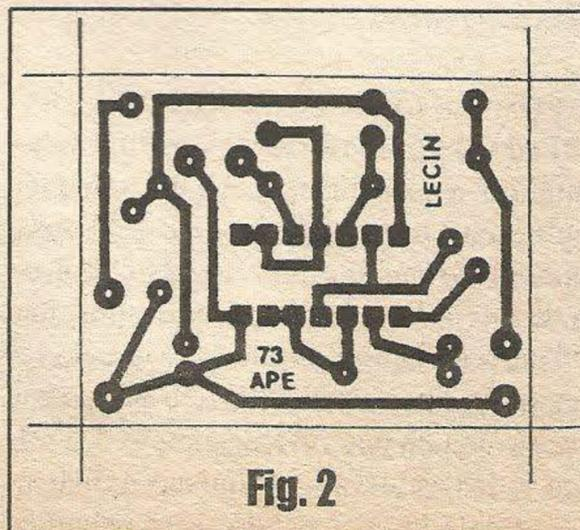

Fig. 2
- FIG. 2 - LAY OUT DO CIRCUITO IMPRESSO ESPECÍFICO - A plaquinha de impresso é pequena e de fácil realização, bastando copiar cuidadosamente o padrão cobreado (visto em negro, no diagrama, escala 1:1...) mostrado, executando em seguida a traçagem com tinta ou decalques (estes são recomendáveis, devido à presença do integrado, com suas ilhazinhas/furos muito pequenas e próximas umas das outras, exigindo um certo rigor mecânico...), promovendo a corrosão na solução de perclorato de ferro, limpeza, furação, nova limpeza e conferência final... Pela
posição, já que - se forem invertidos - sofrerão danos e impossibilitarão o funcionamento do circuito...): o integrado, com uma de suas extremidades nitidamente marcada pelo chanfro ou ressalto, o diodo *zener* com seu lado de **catodo (K)** marcado pela faixinha ou anel em cor diferente, e o capacitor eletrolítico, com a polaridade de seus terminais nitidamente indicada... Os demais componentes não são polarizados (resistores e capacitores comuns...) mas devem ter seus valores cuidadosamente *lidos* antes da inserção, para que não assumam lugares *trocados* na placa... Durante estas duas importantes fases da realização do LECIN (vinculadas aos diagramas das **FIGs. 2 e 3...**) o caro leitor/hobysta não deve acanhar-se de consultar as **INSTRUÇÕES GERAIS PARA AS MONTAGENS** e o **TABELÃO APE**, ambos encartes permanentes da Revista, para auxílio direto ao iniciante e mesmo ao eventual veterano esquecido...